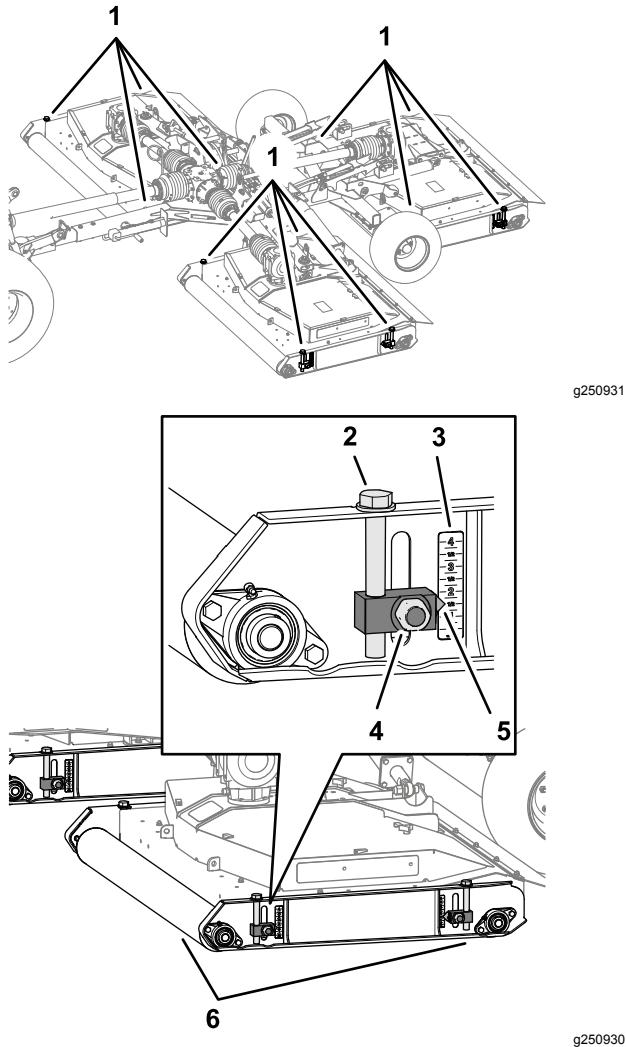

Figura 41
- 3. Allentate i 4 dadi di bloccaggio che fissano i 4 regolatori dell'altezza di taglio (**Figura 41**).